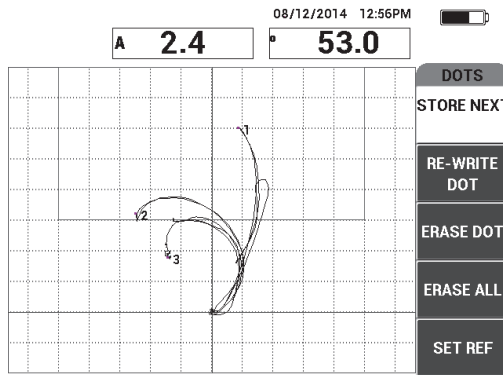

Figura 6-50 Il terzo punto registrato
8. Fare scorrere lentamente la sonda sul terzo punto con perdita di adesione ed in seguito premere **REGISTRA SUCC.** (tasto A) per registrare il terzo punto (vedere Figura 6-50 a pagina 174).